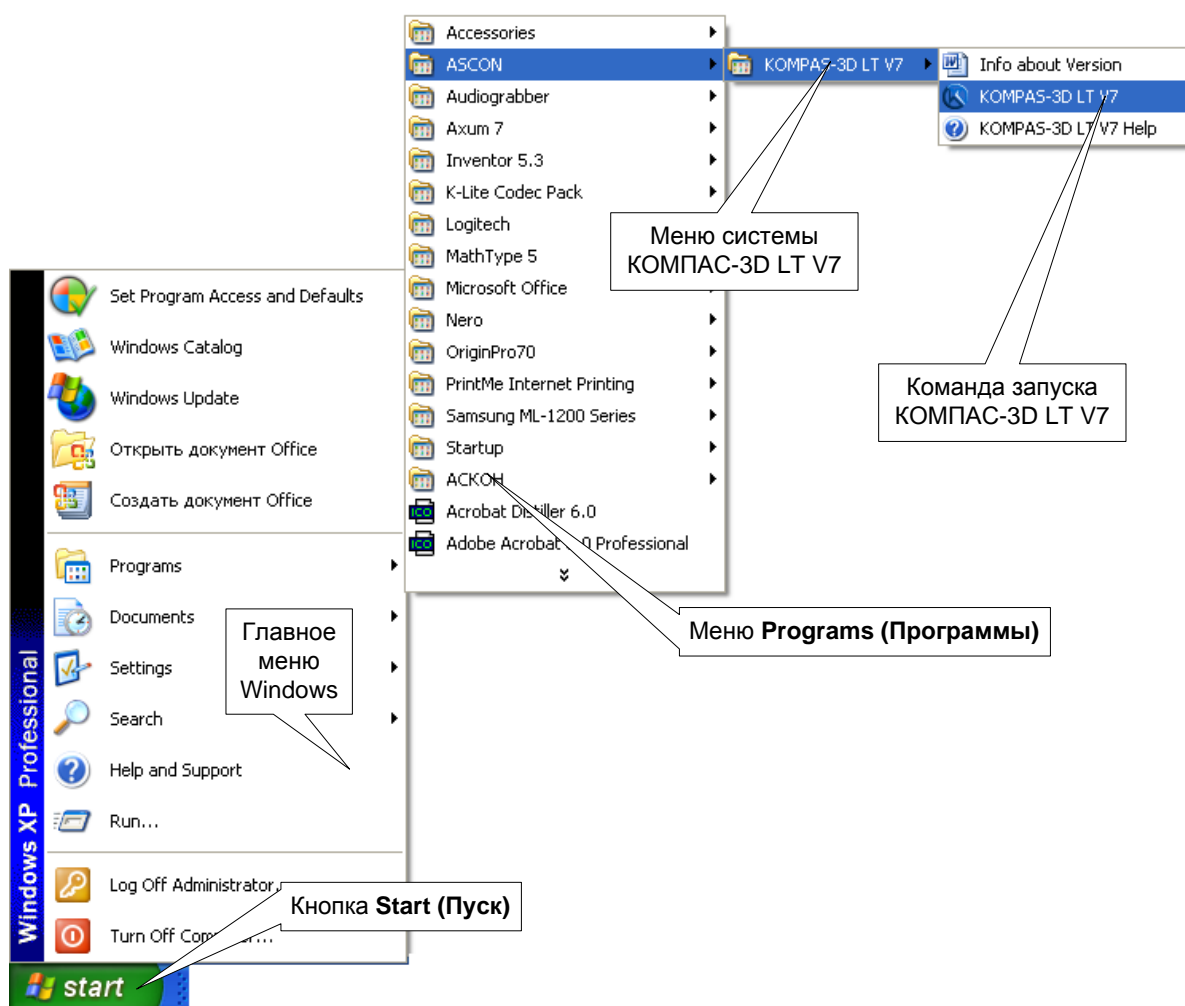

Рис. 1. Запуск системы КОМПАС-3D LT V7
1. Нажмите кнопку **Start** (или **Пуск** в русскоязычной версии Windows), которая расположена в левом нижнем углу экрана (рис. 1).